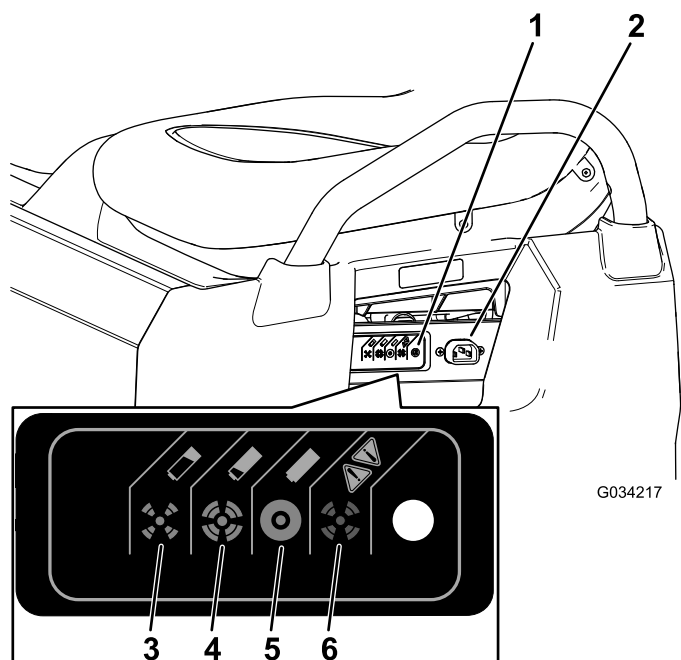

Figure 38
3. Branchez un cordon de chargeur de **calibre 16 (ou de plus gros diamètre), de 2,5 m (8,2 pi) ou plus court** à la prise de charge de la machine (Figure 38).
Reportez-vous au tableau suivant et à la Figure 38 pour connaître la signification des différentes couleurs du voyant d'état du chargeur.